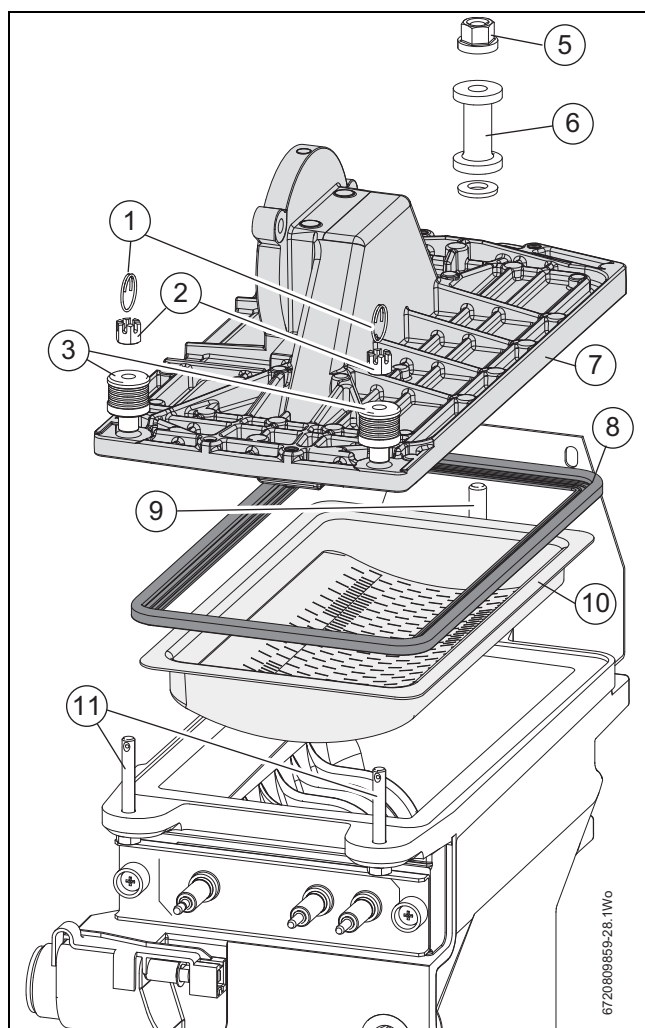

Fig. 57 Retirer le brûleur
- Monter les rondelles / le ressort [3] et l'écrou à créneaux [2], se référer à la fig. 57, sur les goujons filetés [11] pour fixer le couvercle du brûleur sur l'échangeur thermique.